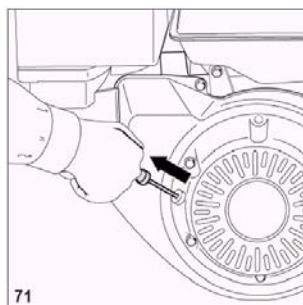

Рис.16
8. При помощи пускового корда запустить двигатель (рис.16).